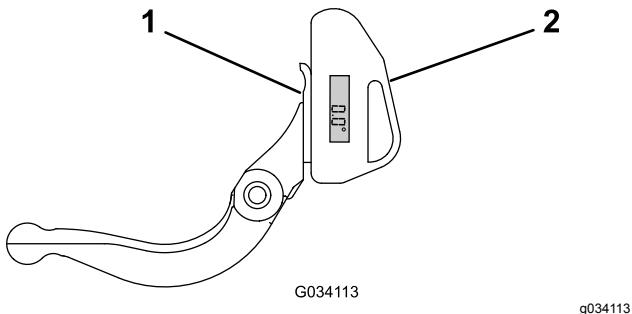

Figura 12
1. Coloque o indicador do ângulo no lado inferior da lâmina de corte, como se mostra na Figura 12.